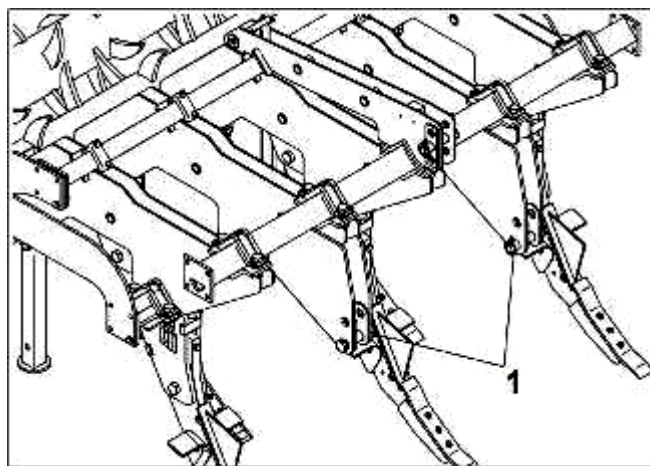

Рисунок 5.
- Подсоединить нижние рычаги навески трактора с нижней частью навески агрегата при помощи двух пальцев (1) (рис. 5), зафиксировав их штифтами.